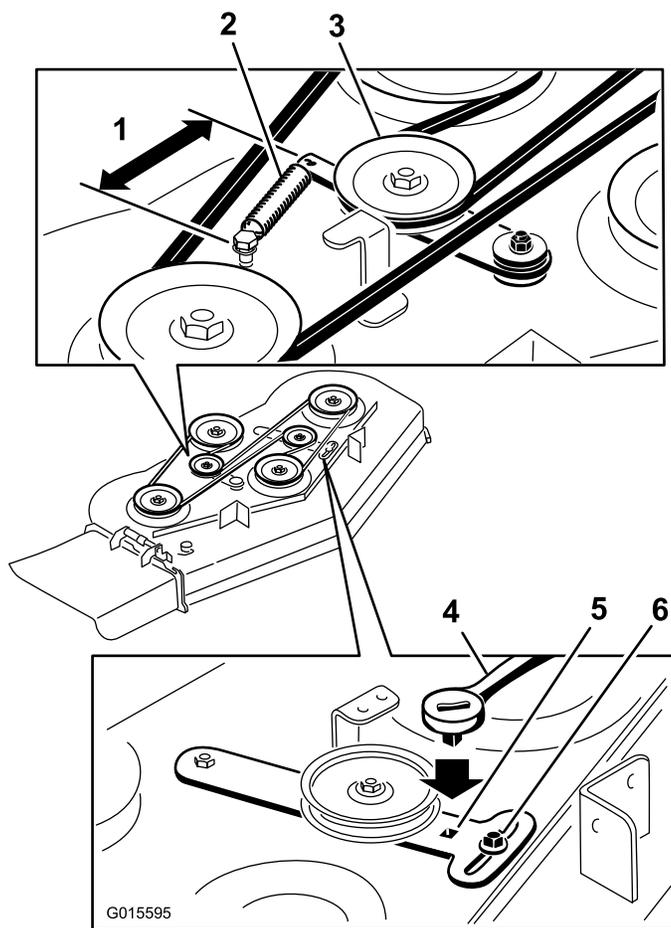
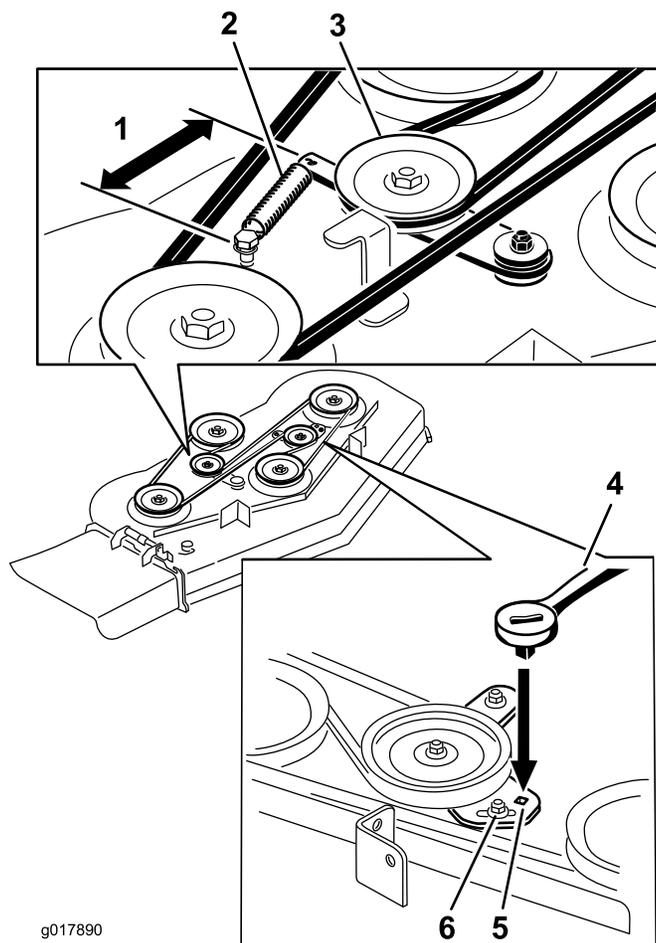

図 66
図 67
4. 前アイドルプーリのナットをゆるめる 図 66 と 図 67。
5. 磨耗したデッキベルトを取り外す 図 66 と 図 67。
6. 新しいベルトをデッキプーリとクラッチプーリに掛け回す 図 66 と 図 67。
7. アイドラームにラチェットを差し込んでアイドルプーリを締め付け、スプリングの長さフックからフックまでを 165mm とする 図 66 と 図 67。
8. ナットを締めて前アイドルプーリを締め付ける 図 66 と 図 67。